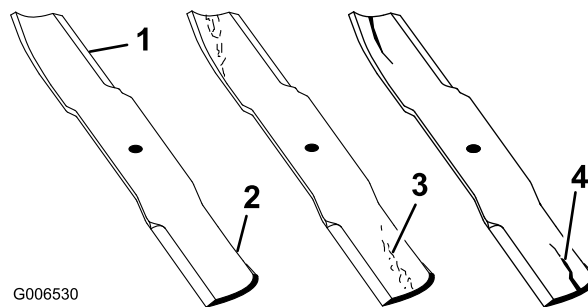

Figura 51
1. Inspeccione los filos de corte (Figura 51). Si los bordes no están afilados o tienen mellas, retire las cuchillas y afílelas; consulte Cómo afilar las cuchillas.
2. Inspeccione las cuchillas, especialmente la parte curva (Figura 51). Si observa daños, desgaste o la
formación de una ranura en esta zona (elemento 3 en la Figura 51), instale inmediatamente una cuchilla nueva.